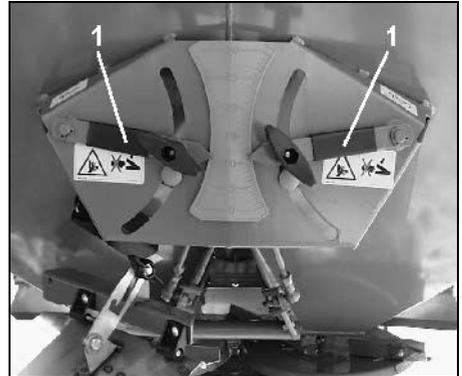

Fig. 59
- Schieberstellung „11“ über die Stellhebel (Fig. 59/1) einstellen.